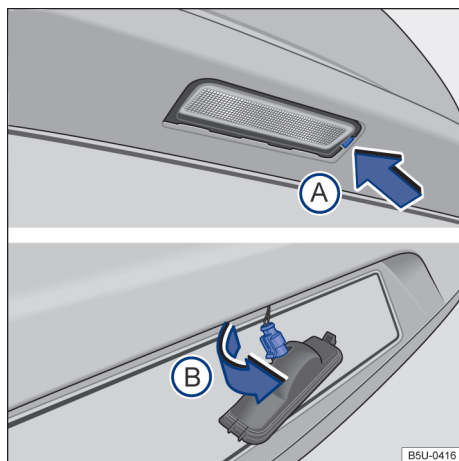

Fig. 118 No para-choque traseiro: remover a lanterna da placa de licença e o soquete da lâmpada.
2. Com o auxílio de uma chave de fenda, pressionar a trava → Fig. 118 (A) para remover o conjunto.
3. Girar o soquete da lâmpada no sentido da seta (B), e desencaixá-lo do alojamento.
7. Posicionar o soquete no alojamento e girar no sentido contrário ao da seta (B).